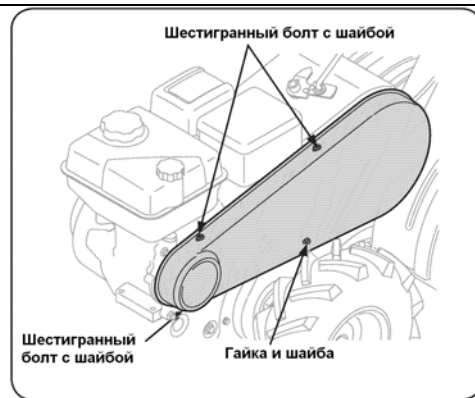

Рис.27
1. Для того, что бы снять крышку ремня с левой стороны культиватора, удалите в верхней части крышки два шестигранных болта с шайбой. См. Рис. 27.
2. Отверните гайку и плоскую шайбу с передней стороны крышки ремня. Отверните шестигранный винт с шайбой на нижней стороне крышки. См. Рис. 27.
4. Удалите ролик натяжителя ремня, отвернув болт с гайкой. Рис. 27.
5. Снимите ремень и установить новый ремень. Для того, что бы установить направляющую и крышку ремня следуйте инструкциям в обратном порядке. Рис. 27.